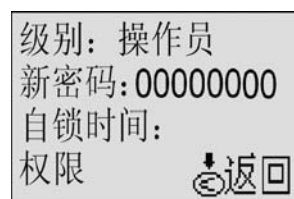

图 5.36
3.4 权限设定（图 5.36）
将光标移至主菜单“权限”项（图 5.13），按“”键进入权限修改菜单（图 5.36）。该项仅可以“工程师”身份登录修改：